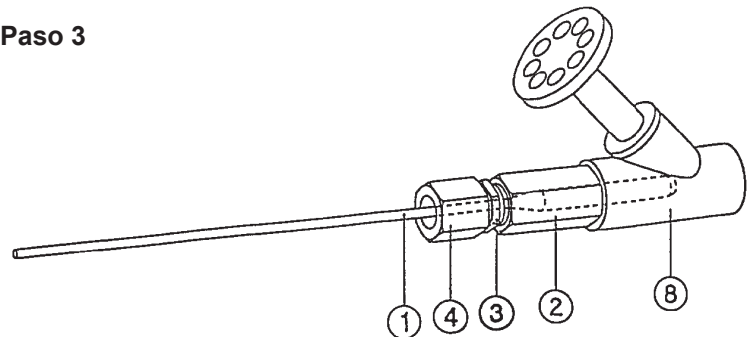

Fig. 5 - Montaje del adaptador de inserción
De acuerdo con la Fig. 5, el adaptador de inserción se monta con la sonda de fibra de vidrio ① en la válvula de cierre ⑧.